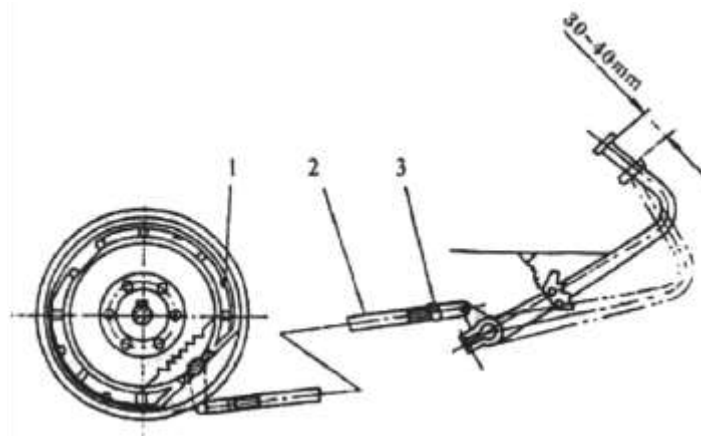

Рис. 3.17. Регулировка тормозов.
При вращении тормозного кулака 13, кулак давит на тормозную колодку (убирается зазор между ступицей тормоза и тормозной колодкой). Создаваемый момент трения, снижает скорость ступицы тормоза и трактор останавливается. Вал тормозного кулака соединен с треугольным шлицом, тормозной тягой, педалью тормоза (рис. 3.17.). Все это образует структуру соединений с определенным передаточным числом. Выжатые педали, рычаги и тормозная тяга приводят в движение вал тормозного кулака и прижимают тормозные колодки. Это трансформирует выжимную мощность в положительное давление тормозных колодок и ступицы тормоза, затем создается тормозная сила трения. Когда вы отпускаете педали, педали и тормозные колодка возвращаются в исходное положение при помощи возвратных пружин, зазор между тормозными колодками и ступицей тормозов увеличивается, действие тормозов ослабевает.
1. Отрегулируйте длину двух тормозных тяг (рис. 3.17.), чтобы изменить свободный ход педали и обеспечить одновременное торможение двух сторон. Уменьшение длины тормозных тяг уменьшит свободный ход и наоборот. Для регулировки необходимо ослабить стопорные гайки 3 и затянуть гайки после регулировки.